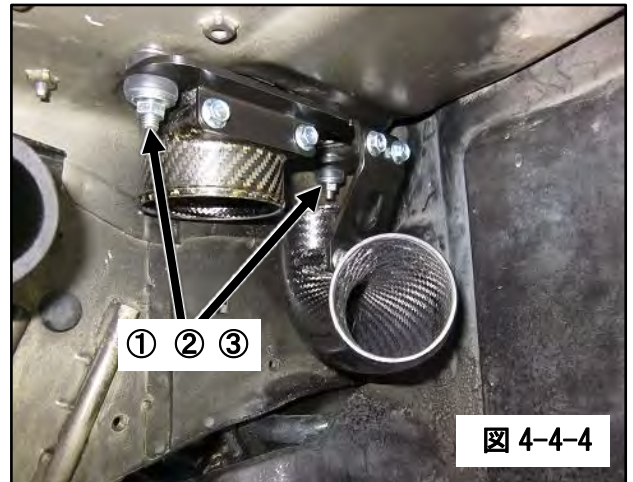

図 4-4-4
- (4) ワッシャ(2個)、②スプリングワッシャ(2個)、③ナット(2個)で取付けてください。(図4-4-4)
(図4-4-4は説明の為にシリコンホース等を取外してあります)